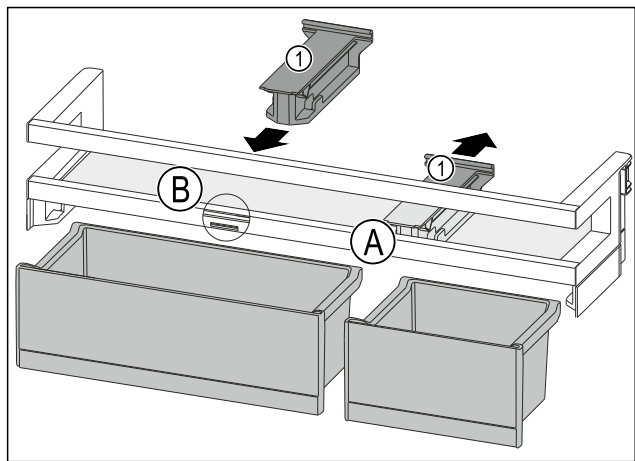

Fig. 105
- ▶ 将定位件 Fig. 105 (1) 向后拉至位置 Fig. 105 (A)。
- ▶ 将定位件 Fig. 105 (1) 插入至位置 Fig. 105 (B)。